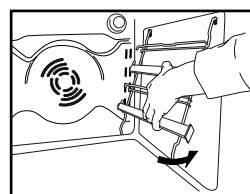

Рис. 4
4. Установите боковые решетки-держатели в камеру духовки (Рис. 4).